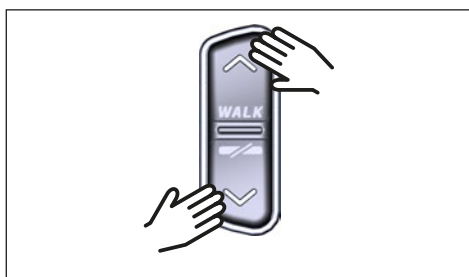

Fig. 6: Selecteer de ondersteuningsmodus op de HPR Remote V02
- Door **kort** op de knop UP van de Remote te drukken (zie Fig. 6) verhoogt u de ondersteuningsstand.
- Door **kort** op de knop DOWN van de Remote te drukken (zie Fig. 6) verlaagt u de ondersteuningsstand.